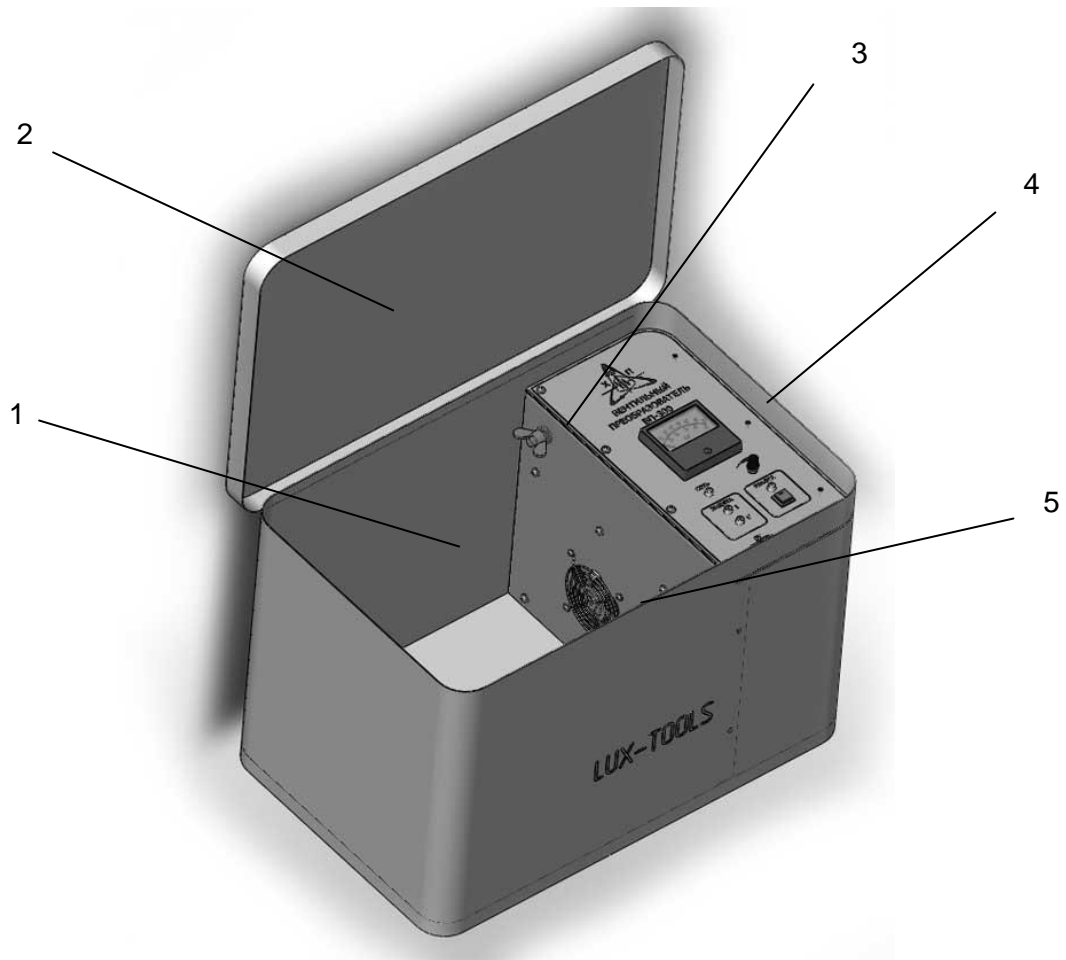

Рисунок 1. Внешний вид ВП-300.
1.5.2. ВП-300 выполнен в корпусе-контейнере, оснащённом ручками для переноски и откидной крышкой (Рисунок 1, поз. 2). Корпус имеет отсек для укладки кабелей (Рисунок 1, поз. 1) и отсек блока управления (Рисунок 1, поз. 4). Защитное заземление подключается с помощью болта заземления (Рисунок 1, поз. 3). Для принудительного охлаждения силовых тиристоров используется вентилятор. Фильтр вентилятора охлаждения (Рисунок 1, поз. 5) расположен на боковой стенке отсека блока управления.